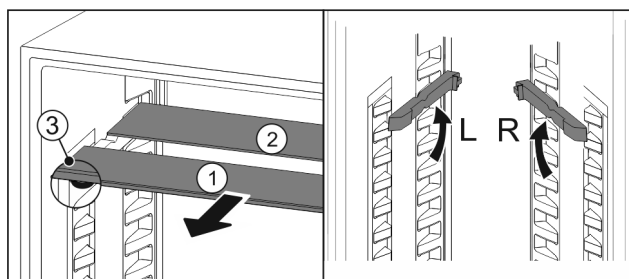

Fig. 29
- Træk glaspladerne ud enkeltvis fremad Fig. 29 (1).
- ▷ Glaspladen Fig. 29 (1) med pyntelisten ligger foran.
- ▷ Stoppene Fig. 29 (3) peger nedad.